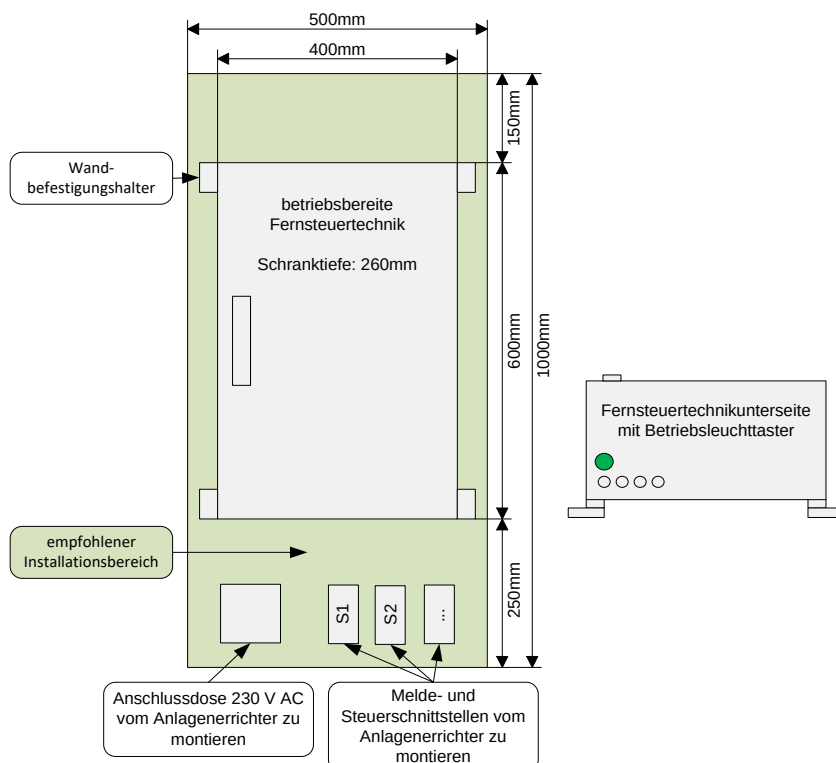

Abb. 1:
- Wandbefestigungshalter sind waagrecht zum Fernsteuerschrank anzubringen (siehe Abb. 1)